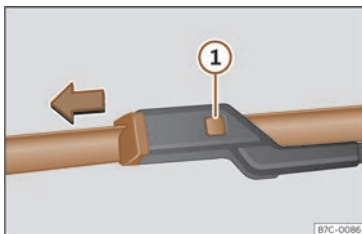

Fig. 46 Canvi de les escombretes de l'eixugaparabrises.
- Premeu la tecla de desbloqueig » **fig. 46** ❶ mentre tibeu lleugerament l'escombrera en el sentit de la fletxa.